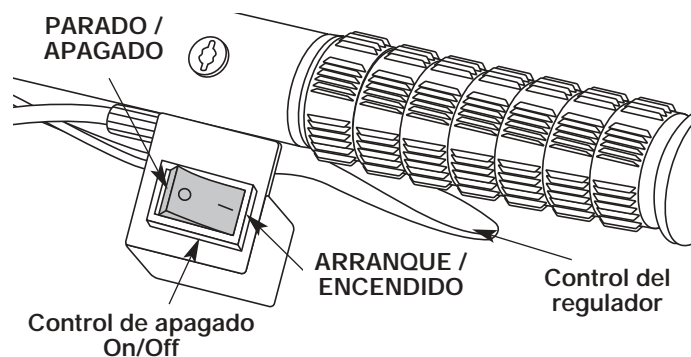

Fig. 10
3. Coloque el Control de Arranque y Apagado del Motor en la posición de ARRANQUE (START) [I] (Fig. 10).
- Coloque el Control de Arranque y Apagado del Motor en la posición de **ARRANQUE (START) [I]** (Fig. 10).
- Saque su mano del control del regulador (Fig. 10). Deje que el motor funcione en mínima.
- Para apagar el motor, coloque el Control de Arranque y Apagado del Motor en la posición de **APAGADO (STOP) [O]** (Fig. 10).